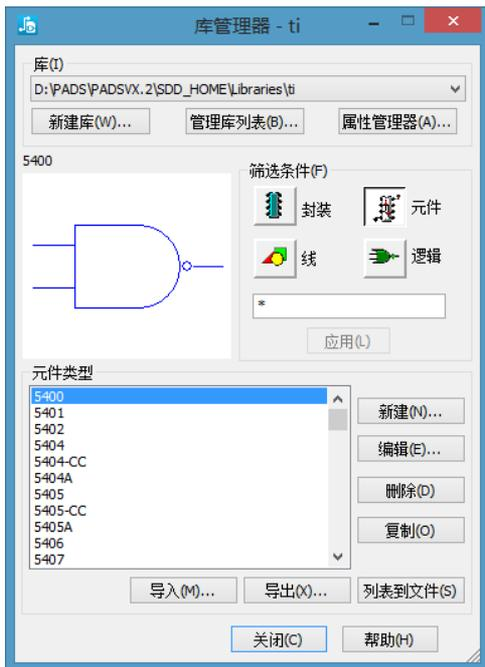

图 2-5 “库管理器”窗口
(7) 归档 对设计归档。执行该命令后，系统会弹出归档对话框，可以对设计的 PCB 文件、原理图工程文件、库文件，以及需要归档的文件及文件夹等进行归档处理。
(8) 库 可以允许进行库的操作。执行该命令后，系统会打开如图 2-5 所示的“库管理器”窗口。通过该对话框，可以选择当前操作的元件库、创建新的元件库以及元件库的管理等操作，这将在后面相关章节进行详细讲解。